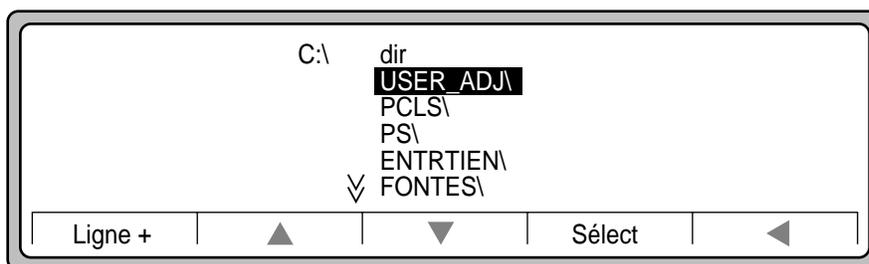

Figure 6-5 Sous-menu FichiersC
- Dans le sous-menu fichiersC illustré à la Figure 6-5, utilisez ▼ pour mettre en surbrillance USER\_ADJ, puis appuyez sur Sélection.